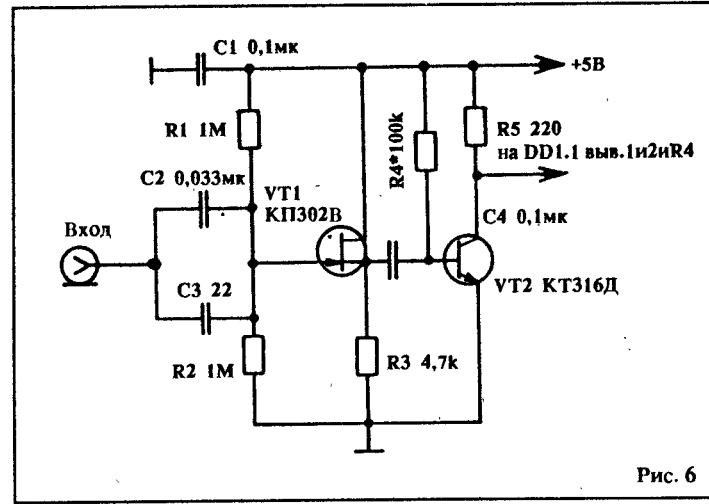

Рис. 6
5. При использовании в качестве цифровой шкалы конструктора "Электроника ЦШ-01" было "записано" в счетчики число 98870 для вычитания 1-й ПЧ 1.130 kHz (см. руководство по эксплуатации), а также переделана входная часть цифровой шкалы из-за слабого сигнала гетеродина от приемника см. рис.6.